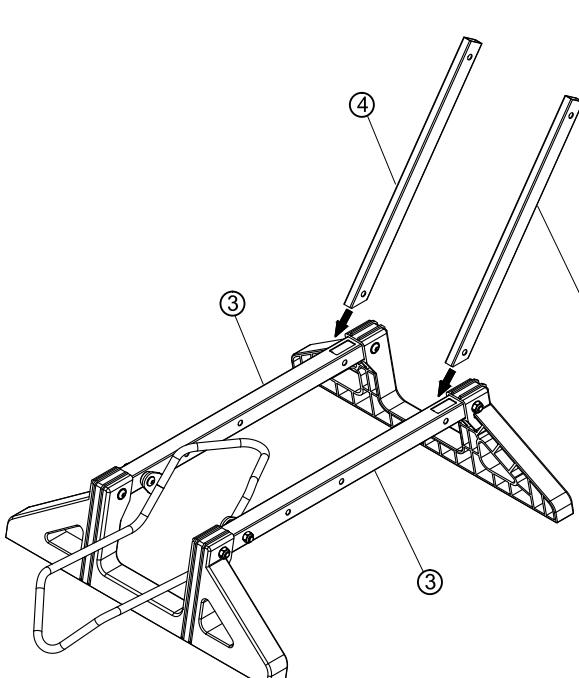

Figure 3.1
- Verbinden Sie die senkrechten Haltestangen④ mit dem Halterung③ und verschrauben diese. (Siehe Abb. 3.1)
1. Insérez les montants ④ dans les trous des supports ③, avec l'extrémité inclinée des supports ③ tournée vers le bas. (Voir Figure 3.1)
2. Alignez les trous de vis au bas des montants ④ avec les trous des supports ③. Utilisez ensuite la vis à tête ronde M6 L28 ⑧, Rondelle élastique M6 ⑬ et l'écrou en nylon ⑫ pour les fixer.